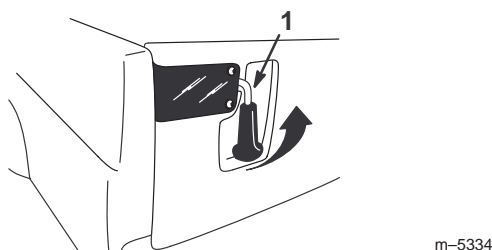

Figure 20
1. Pour déverrouiller le hayon, relevez les poignées de verrouillage (Fig. 20). Elles s'écartent alors vers le centre du hayon. Abaissez lentement le hayon.